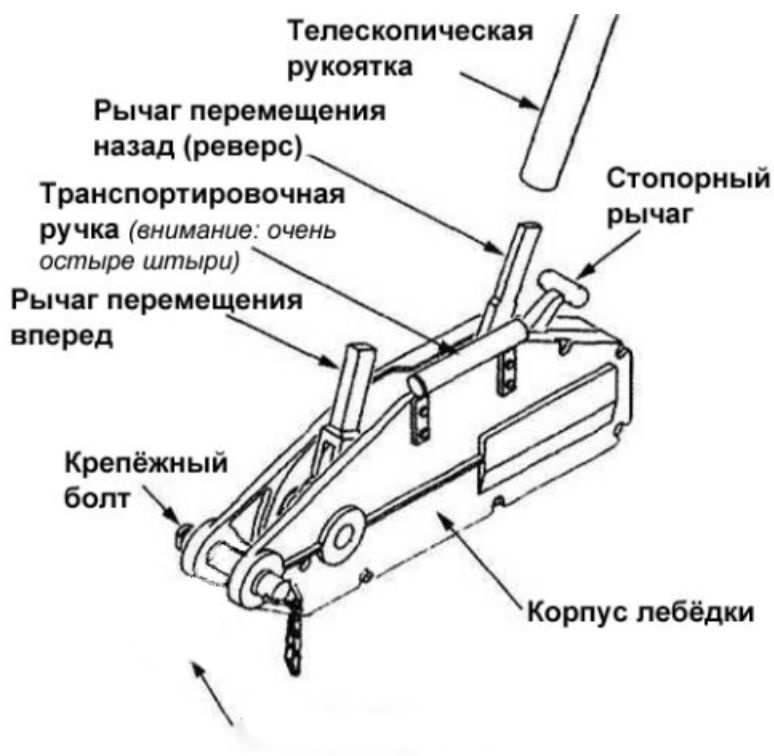

Рис. 10 Устройство натяжения арт. AXS520 и элементы управления
9. Свободный конец троса подведите к устройству натяжения арт. AXS520. Общий вид и назначение элементов управления указаны на рис. 10.
12. Манипулируя рычагом перемещения вперед (см. рис. 10) произведите натяжение троса.
1. После окончания работ ослабьте натяжение троса, манипулируя рычагом реверса ( см. рис. 10).